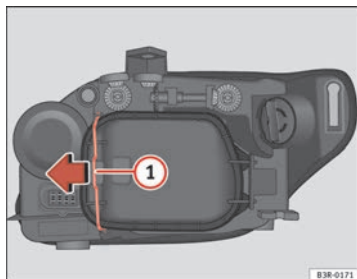

Fig. 210 Ampoule feux de position
Bien que ce ne soit pas nécessaire, retirez préalablement le couvercle rigide ⇒ page 287, fig. 210; il facilite le remplacement de l'ampoule de feu de circulation jour. ■
- Déplacez le tirant $\Rightarrow$ fig. 210 ① dans le sens de la flèche et retirez le couvercle rigide en séparant d'abord le côté du tirant et en ôtant ensuite les deux languettes de l'autre extrémité du couvercle.